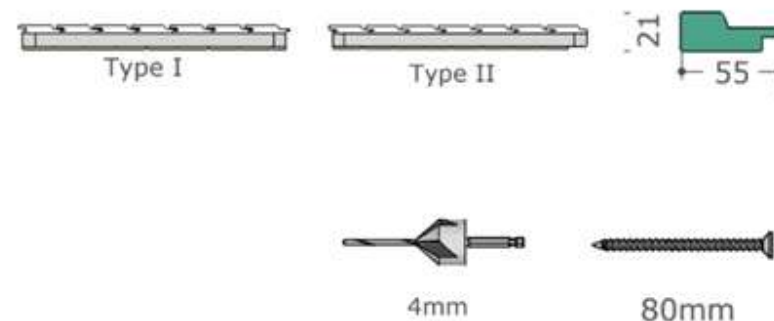

Fig.5a-Fixation des panneaux d'angle
- vi. Percez 4 trous répartis sur la hauteur du tasseau vertical à l'aide d'un foret de 4mm (Fig. 5a).